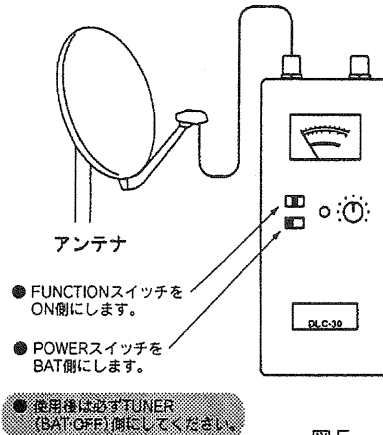
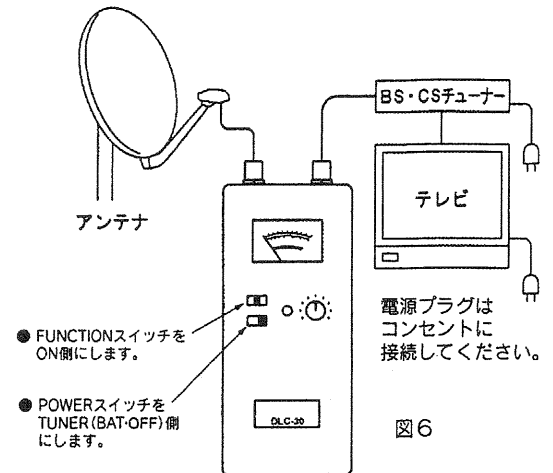

図5
図6
- (1) 内蔵乾電池で動作させる場合は、図5のようにBS/CSレベルインジケータの **FUNCTIONスイッチをONにしPOWERスイッチをBAT** 側にして下さい。BSチューナー・CSデジタルチューナーからの電源で動作させる場合は、図6のようにBS/CSレベルインジケータの **FUNCTIONスイッチをONにしPOWERスイッチをTUNER (BAT-OFF)** 側にしてください。
- (2) BSアンテナ・CSアンテナの取扱説明書を参考にアンテナの仰角・方位角及び偏波角を仮設定します。(方位磁石があると便利です。)
- (3) **メーターの針が最も右に振れる方向にアンテナを動かして調整して下さい。**